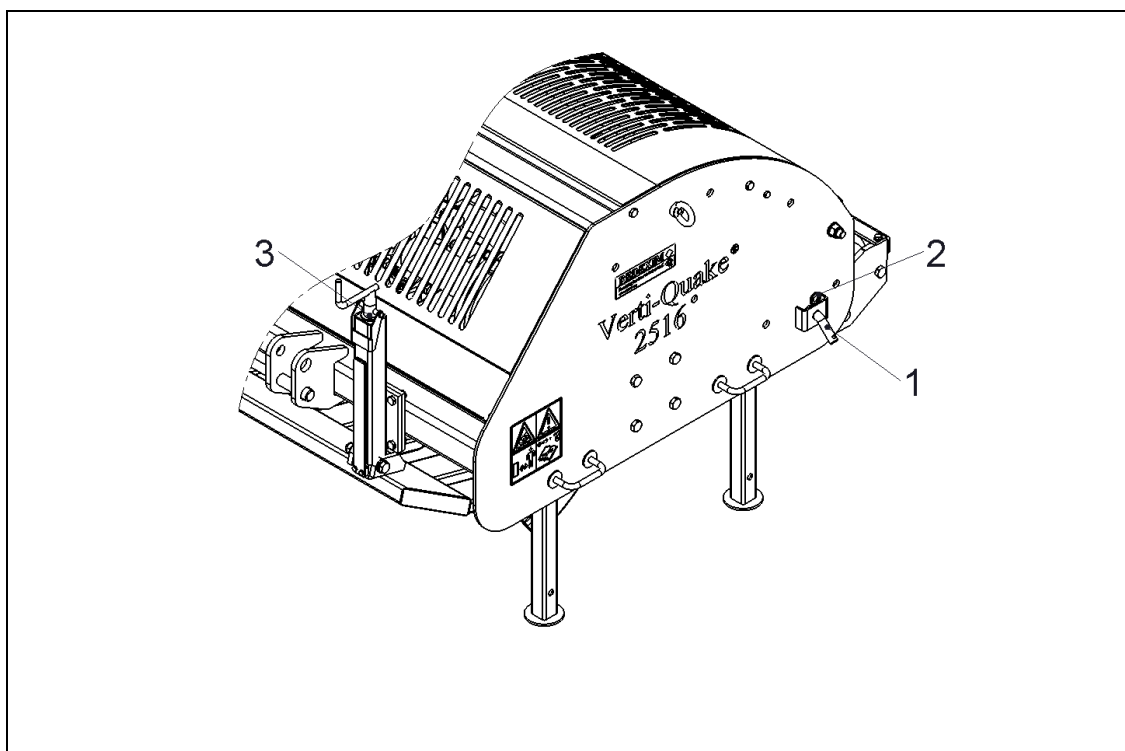

Fig. 11
6.0 JUSTERING AF ARBEJDSDYBDE (Fig. 11)